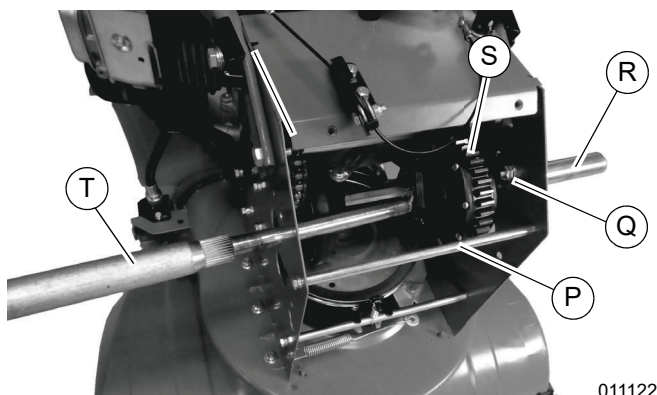

Figura 4-26. Conjunto de puntal trasero
12. Retire los dos pernos, arandelas de seguridad, arandelas planas y contratuercas que fijan el conjunto de cojinete de la rueda del lado derecho (O) con dos llaves de 13 mm. Retire el conjunto de cojinete del eje.
13. Consulte la Figura 4-26. Retire los dos pernos del puntal trasero y las arandelas de seguridad con una llave de 10 mm y retire el puntal (P).